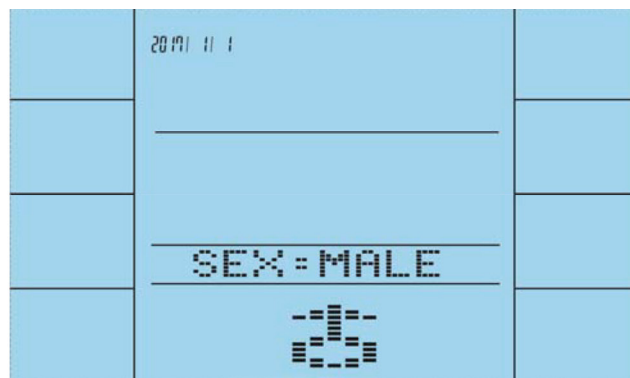

Abb. 7
7. Geben Sie die Nutzerdaten zu Geschlecht, Alter, Größe und Gewicht ein (Abb. 7 bis 10).